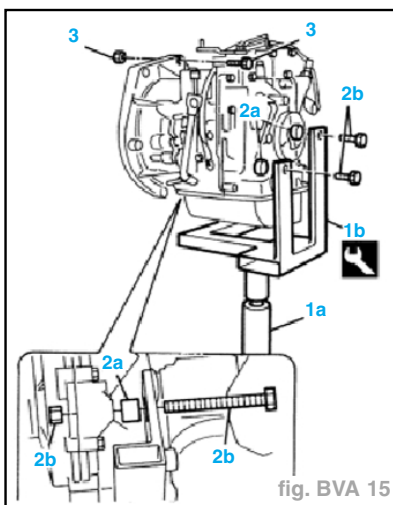

fig. BVA 15
- A l'aide d'un vérin hydraulique (1a), mettre en place l'outil (1b) (réf. 1.870.760.000) (fig. BVA 15).